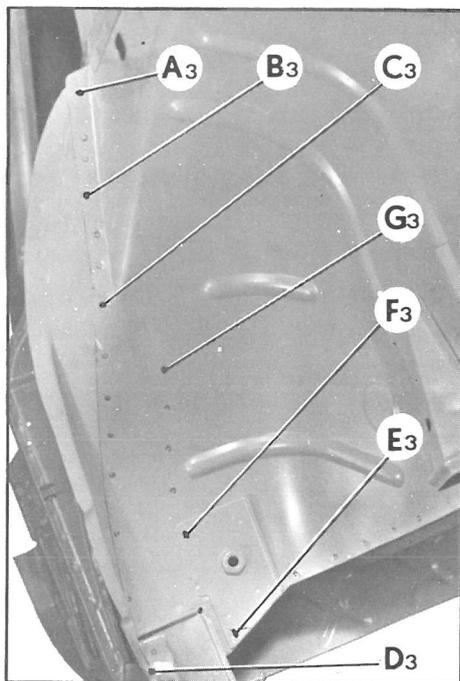

Fig. 17
- en A₃ B₃ (fig. 17)
- en C₃ D₃ (fig. 17)
- en E₃ F₃ (fig. 17)
- en F₃ G₃ (fig. 17)